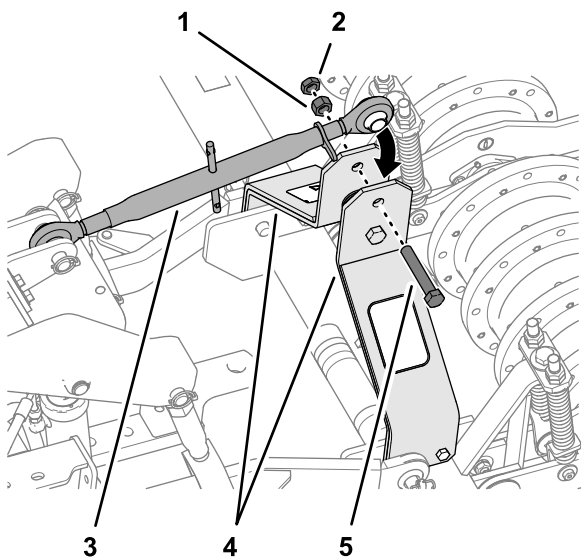

Figura 18
- Montate l'altra estremità dell'attacco a 3 punti superiore sui bracci di sollevamento dell'arieggiatore (Figura 18) con il bullone ($\frac{3}{4}$ " x 4"), il dado ($\frac{3}{4}$ ") e il controdado ($\frac{3}{4}$ ").